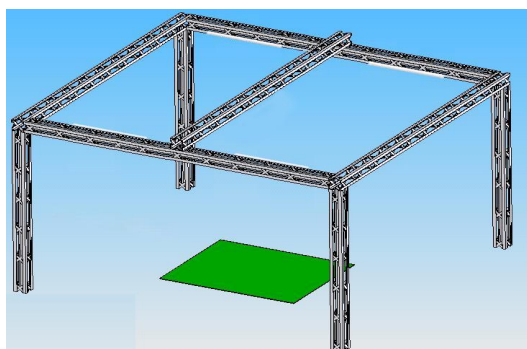

图 1 半自主 5vs5 项目场地布局
半自主 5vs5 项目比赛场地主要由半自主 5vs5 比赛平台、场地桁架构成，周围分布供比赛双方进行使用的电脑桌椅。半自主 5vs5 比赛平台和桁架平放地面，并使半自主 5vs5 比赛平台位于场地桁架下方的正中间，架子底面四周边界距离场地四周边界距离为 0.5 米，场地总体布局如图 1 所示。
(3)参赛机器人、避障碍物和小球摆位: 见示意图 1;